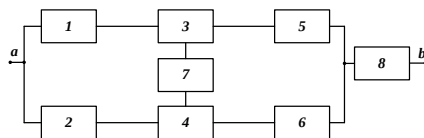

Рис. 7
18. Определить вероятность безотказной работы $P_C(t)$ схемы, представленной на рис. 7 с использованием метода разложения относительно особого элемента. Элементы системы будем считать равнонадежными, т.е. $p_1=p_2=\dots=p_8=0,9$.